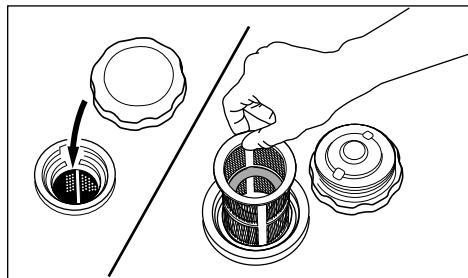

Рис. 20
- Снимите пластмассовый фильтр, расположенный под крышкой горловины топливного бака (рис. 20).